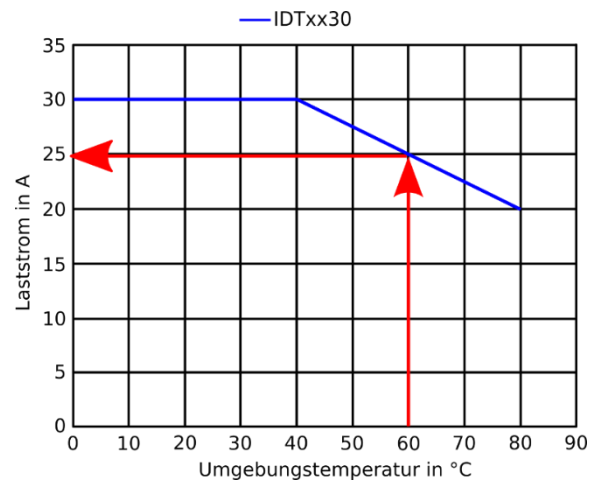

Abbildung 14: Beispiel zur Ermittlung des max. zulässigen Laststroms
- ⇒ Der max. zulässige Laststrom ergibt sich direkt aus Abbildung 14, in diesem Fall 25A.